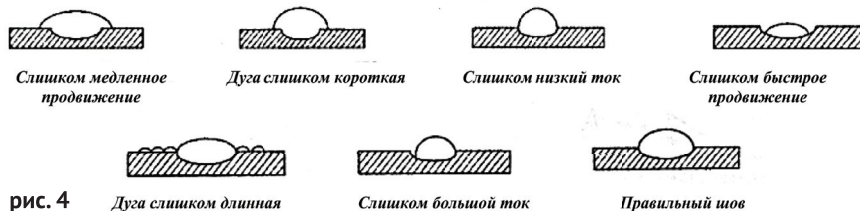

рис. 4 Дуга слишком длинная Слишком большой ток Правильный шов
7.8 Параметры сварочных швов (см. рис. 4)